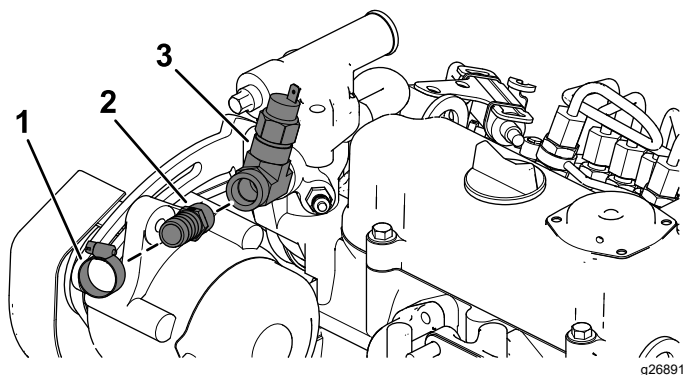

Figura 16
- D. Instale o tubo (5/8 pol.) e união adaptadora (5/8 pol.) com braçadeiras de cabos (Figura 16).